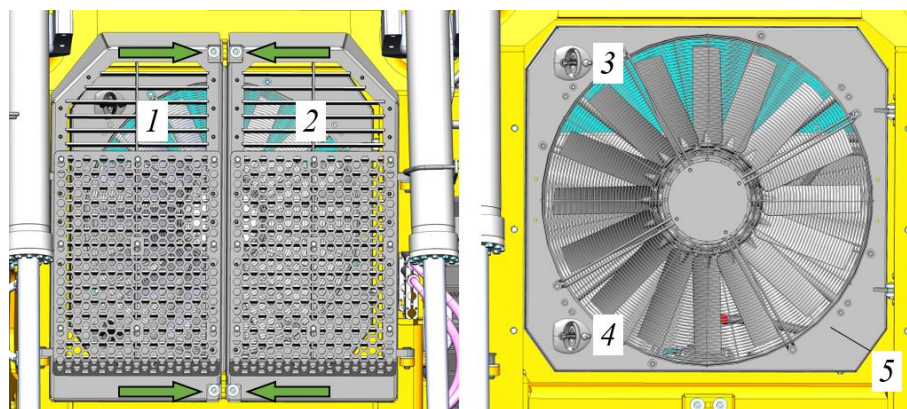

Рисунок 5.69. Процедура открытия защитной решетки и рамы вентилятора
Для открытия необходимо – выкрутить крепежные болты, место расположения болтов показано стрелками, см. рис. 5.69. Створки защитных решеток поз. 1-2 открываются наружу.
- ▶ Открыть раму вентилятора поз. 5, рис. 5.69.
- ▶ Закрыть и запереть на ключ раму вентилятора 5, рис. 5.69. Закрыть защитные решетки радиатора поз. 1-2 (рис. 5.69), зафиксировав их в закрытом положении при помощи болтов (места расположения крепежных болтов показано стрелками).
- ▶ Открыть защитные решетки блока радиаторов, см. рис. 5.69.